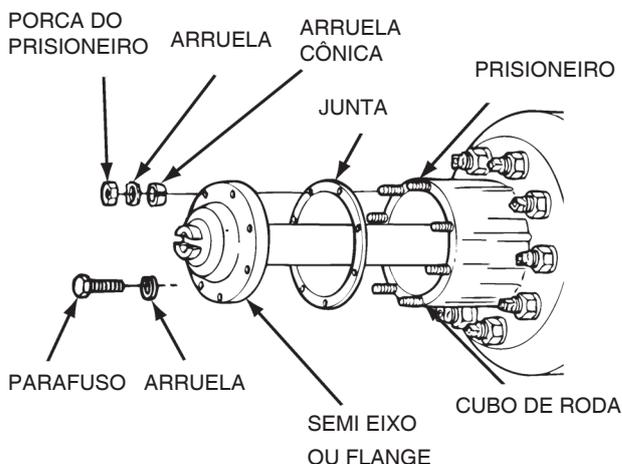

Figura 3.4
4. Remova as arruelas cônicas e separe os semi-eixos do conjunto do cubo de roda. Figura 3.4.
4. Remova as arruelas cônicas e separe o semi-eixo do conjunto do cubo de roda do eixo. Figura 3.4.